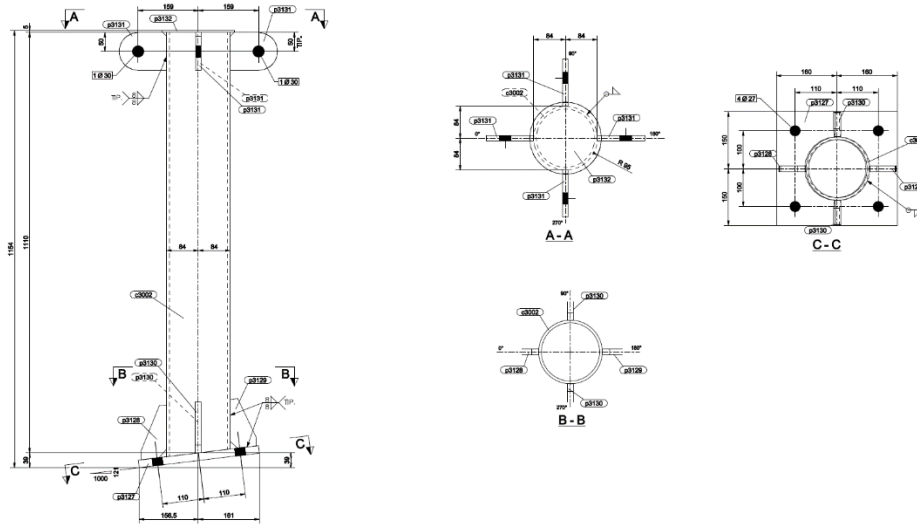

Figura 3 Postes de vida cubierta edificio.
7. Figura 3), las cuales se utilizarán como limitador de paso, y las cuerdas en la dirección longitudinal como puntos de anclaje.